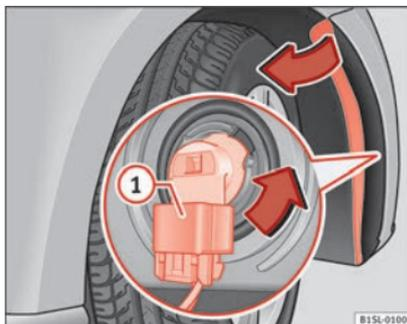

Abb. 148 Glühlampe im Scheinwerfer auswechseln.
- Anschlussstecker » **Abb. 148** **1** entriegeln und abziehen.
- Lampenhalter » **Abb. 148** in Pfeilrichtung bis zum Anschlag **entgegen dem Uhrzeigersinn** drehen und mit der Glühlampe nach hinten herausziehen.